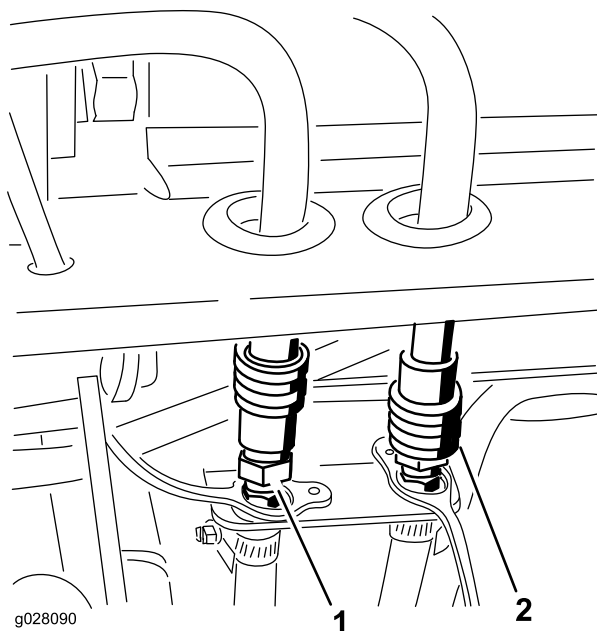

Figura 124
54. Ligue as mangueiras de pressão e retorno da cabine aos acopladores rápidos na montagem da estrutura traseira (Figura 124).